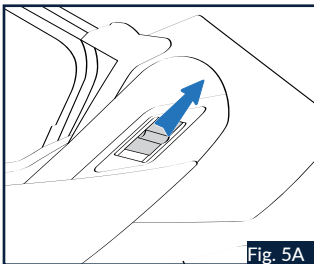

Fig. 5A
2.3 Sicherstellen, dass das Kinnteil vorschriftsmäßig eingehängt ist, indem es nach vorne gezogen und dabei geprüft wird, ob beide Seiten des Kinnteils in der Schale eingehängt bleiben. Wenn sich der seitliche Sperrschieber links in der Position „P“ befindet, kann das Kinnteil geöffnet und/oder geschlossen werden (Abb.5A). Wenn sich der seitliche
⚠ ACHTUNG : Wenn sich der seitliche Sperrschieber links in der Position „J“ befindet, darf das Kinnteil nicht gewaltsam geschlossen werden, da dies zu Schäden am Schließmechanismus des Helms führen könnte. Um das Kinnteil zu schließen, muss der Sperrschieber in die Position „P“ gebracht werden (Abb.5A).